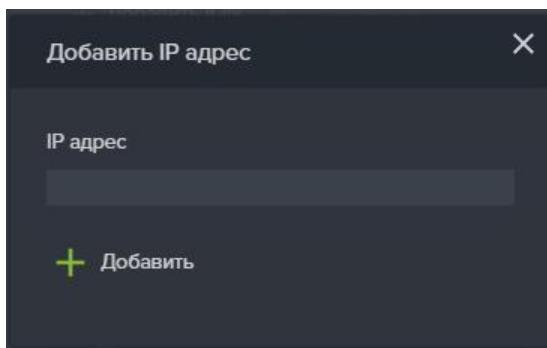

Рисунок 109. Окно добавления IP адреса
12. Введите в открывшемся окне IP адрес. (см. Рисунок 109);